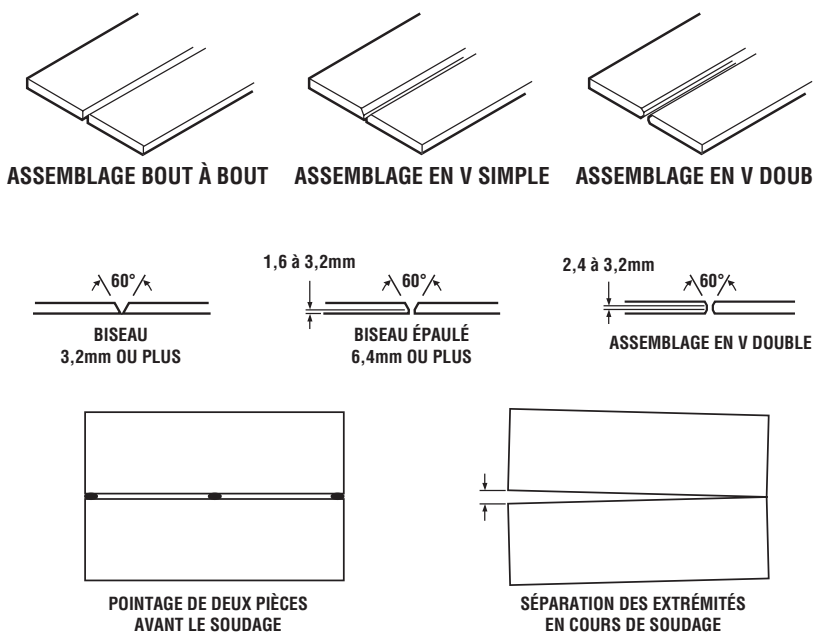

Figure 13 : Préparation du métal
1. Vérifiez l'épaisseur des métaux à souder. Préparez le métal comme la figure 13. Reportez-vous au tableau de sélection des buses de soudage de la Section 9 afin de déterminer la bonne dimension de buse ainsi que la pression du détendeur nécessaires à ce type de travail.
2. Certains métaux plus épais peuvent nécessiter une préparation supplémentaire. Les métaux de base d'épaisseur inférieure ou égale à 3,18 mm n'ont pas besoin de chanfrein (voir la figure 13 ainsi que la figure 15).
1. Commencez par souder par point ensemble les extrémités des deux morceaux de métal avant de souder. Pour les plus longues pièces de métal vous devez souder par point tous les quelques centimètres le long du joint (voir la figure 13).